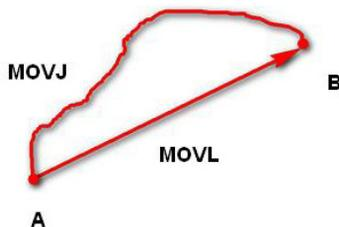

Figura 31: Modo MOVJ/MOVL
- MOVJ: Movimentação da articulação. Do ponto A ao ponto B, cada articulação se movimentará a partir de um ângulo inicial até o seu ângulo-alvo, independentemente da trajetória, como mostrado na Figura 31:
- **MOVL:** Movimento retilíneo. As articulações executarão uma trajetória em linha reta do ponto A ao ponto B, como mostrado na Figura 31.